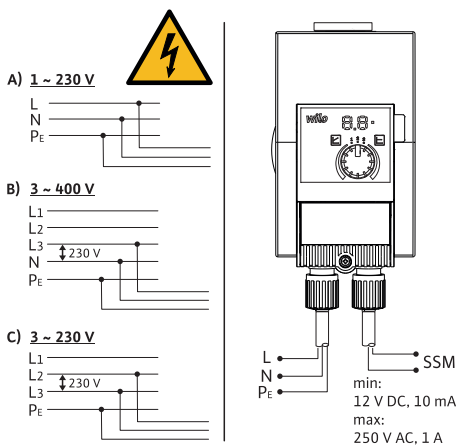

Fig. 3: Možnosti připojení
- Připojte k 230V nízkonapěťovým sítím. Při připojení k IT sítím (druh sítě Isolé Terre) bezpodmínečně zajistěte, aby napětí mezi fázemi (L1-L2, L2-L3, L3-L1 → Fig. 3) nepřekročilo 230 V. V případě poruchy (spojení se zemí) nesmí napětí mezi vnější fází a PE překročit 230 V.